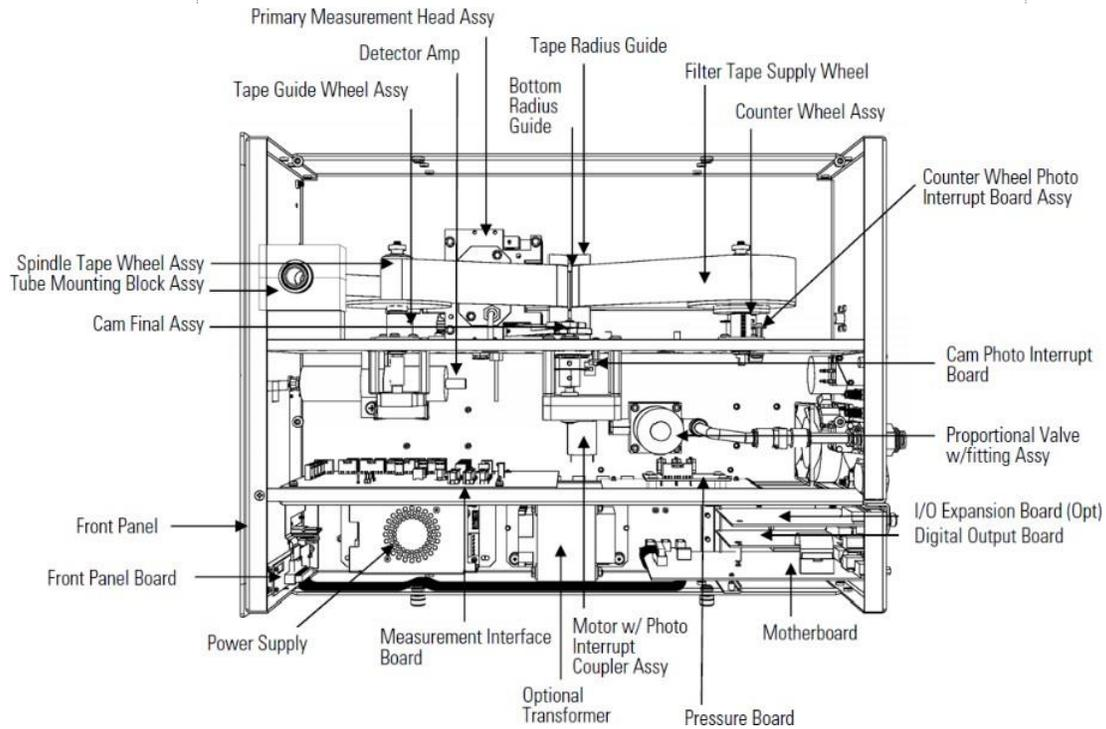

Ilustración 135. Diagrama general de las partes del equipo 5014i.
- Se realizó una verificación de la respuesta del monitor al offset. Ver ilustración 135.